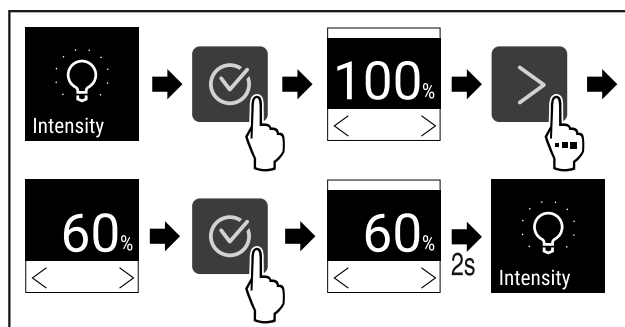

Fig. 72
► Stappen (zie Fig. 72) uitvoeren.